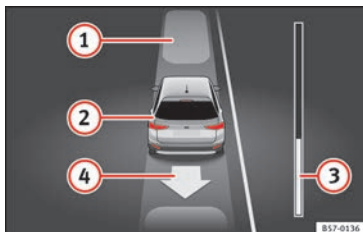

Fig. 214 Sur l'écran du combiné d'instruments : sortir d'une place de stationnement en créneau.
Légende de la **fig. 214** :
| | La barre de progression » fig. 214 ③ indique la distance à parcourir » page 250. |